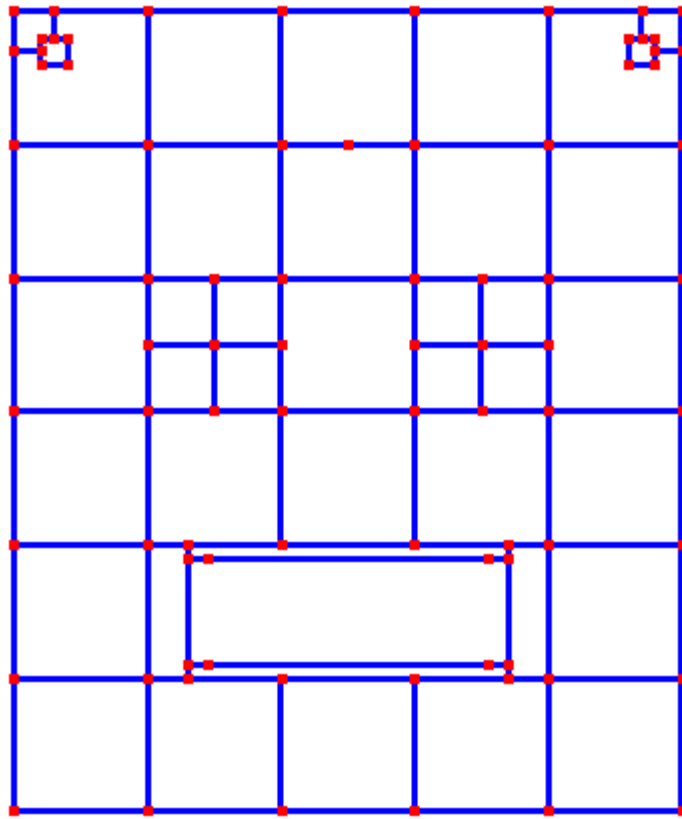

Рис. 3-38. Расчетная схема ЗУ ПС.
14. Для завершения расчетной модели необходимо соединить элементы фундамента (на глубине 500 мм) молниеотводных мачт с ближайшими вертикальными и горизонтальными заземлителями. В результате должна получиться расчетная модель ЗУ, представленная на Рис. 3-38.